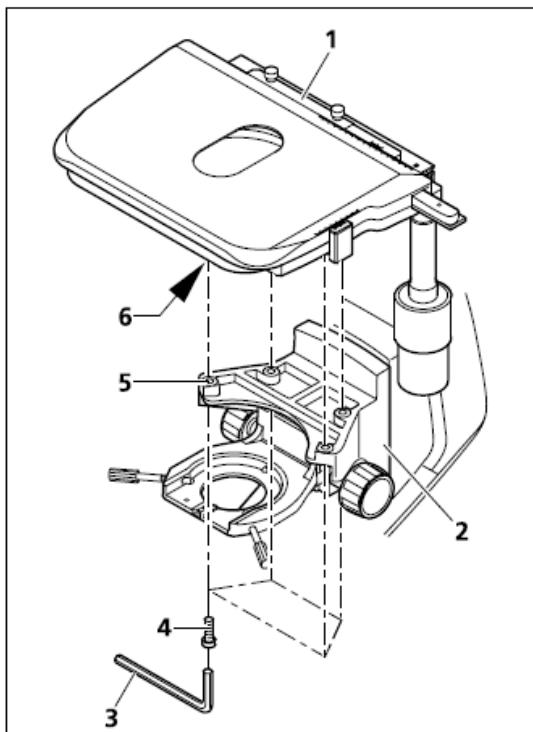

图. 3-10 安装机械载物台
- | 使用 3mm 螺丝刀(图 3-10/3)卸下载物台支架(图 3-10/2)下的 4 颗螺丝(图 3-10/4)
- | 从载物台支架上拿下载物台(图 3-10/1)
- | 将载物台(3-10/1)放置在载物台支架上(3-10/2),并将载物台底部的螺丝孔(图 3-10/6)对准载物台支架上螺丝孔(图 3-10/5)
- | 从载物台支架下的螺丝孔中向上插入 4 颗紧固螺丝(图 3-10/4),并固定紧